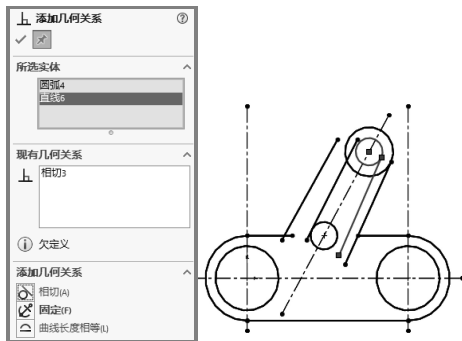

图 2-103 添加相切约束
③ 选择小圆和直线, 在“添加几何关系”属性管理器中单击“相切”按钮, 使小圆和直线相切, 如图 2-103 所示。